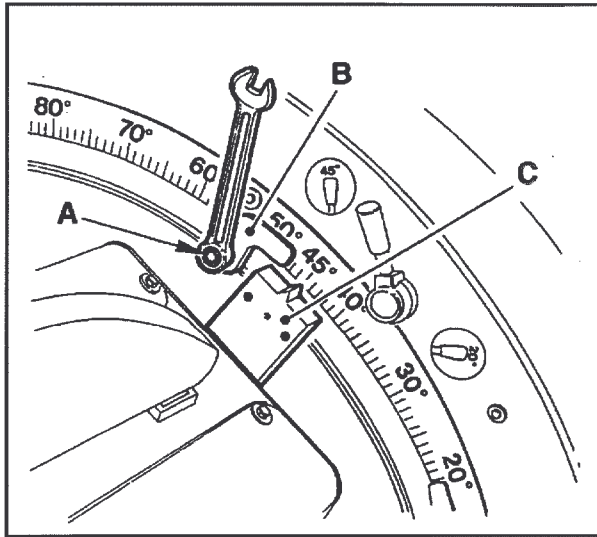

Fig. 05-05
- Con chiave esagonale allentare la vite "A" che mantiene bloccata la battuta "B" contro l'indice "C" della testata (Fig. 05-05).